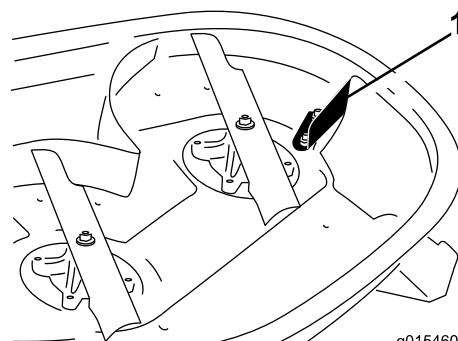

Figure 1
4. Certains modèles sont équipés d'un déflexeur sur l'ouverture d'éjection (Figure 1). Déposez le déflexeur s'il est présent. Mettez les pièces de côté pour un usage ultérieur.